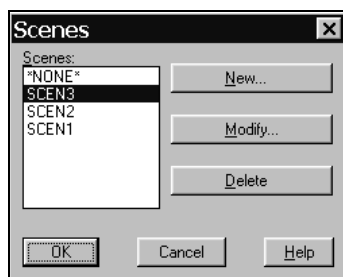

Рис. 10.20. Диалоговое окно **Scenes**
2. В диалоговом окне **Scenes** (Сцены) (рис. 10.20) нажать кнопку **New** (Новый).
2. В диалоговом окне **Scenes** (Сцены) (см. рис. 10.20) выбрать сцену из списка.